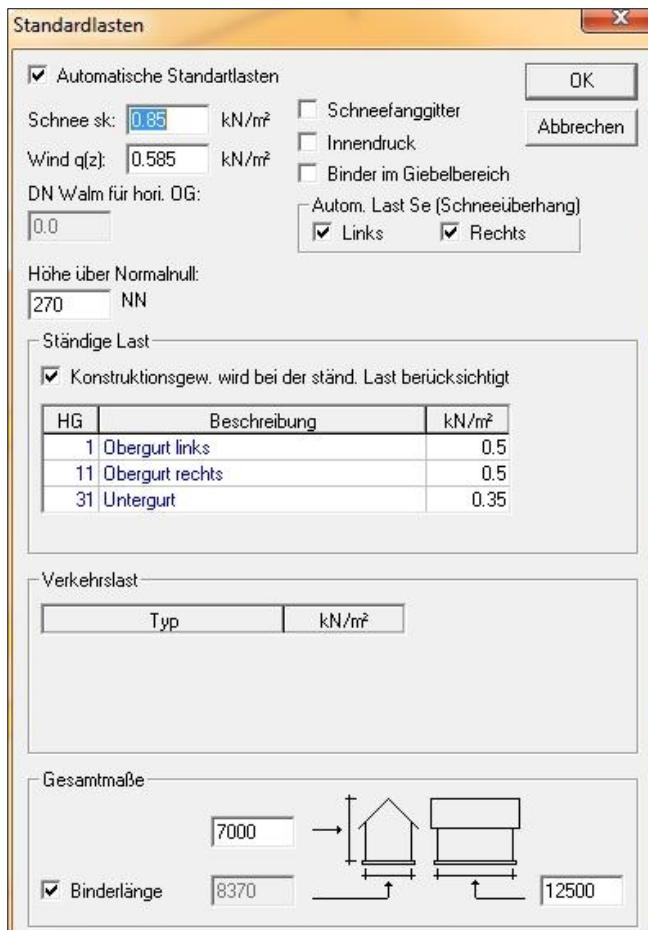

Abb. 2.10 (TrussCon)
*Standardlasten* (Abb. 2.10) kann auch über die Tastenkombination *Strg+F4* aufgerufen werden.